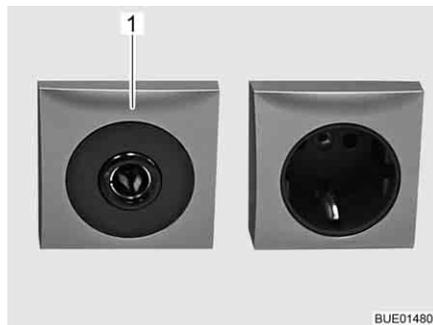

Fig. 154 Prise de courant 12 V/10 A
- ▷ Ne brancher aux prises de courant (Fig. 154,1) du réseau de bord 12 V que des appareils de maximum 10 A.